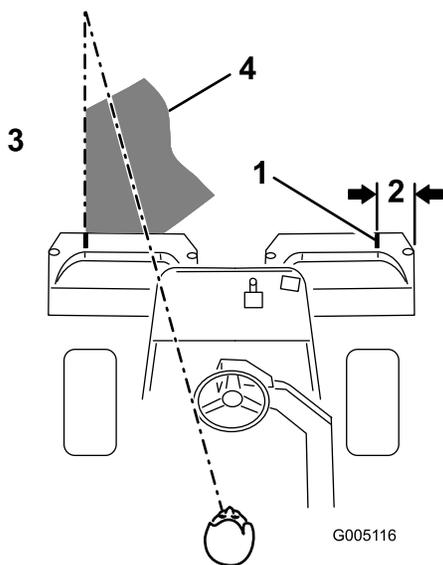

Рисунок 24
**Примечание:** Чтобы машина всегда двигалась по грину строго по прямой с сохранением равных интервалов от края предыдущей скошенной полосы, создайте воображаемый ориентир примерно 1,8–3 м перед машиной на краю нескошенной части грина (Рисунок 24). Используйте как часть ориентира наружный край рулевого колеса, т.е. удерживайте край рулевого колеса совмещенным с точкой, которая всегда находится на одном и том же расстоянии от переднего края машины.